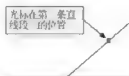

图 5-133
**步骤 3:** 将光标移到第二条直线上(图 5-133),单击鼠标左键,出现下一条提示,提示用户指定标注弧线位置。